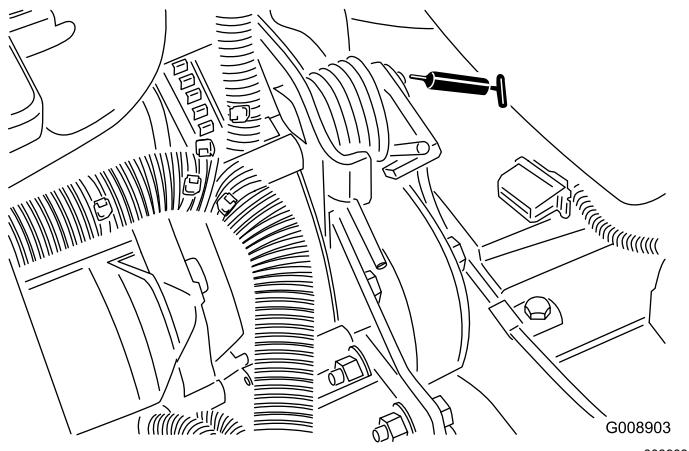

Figura 51
- Perno di tensionamento della cinghia (Figura 51)